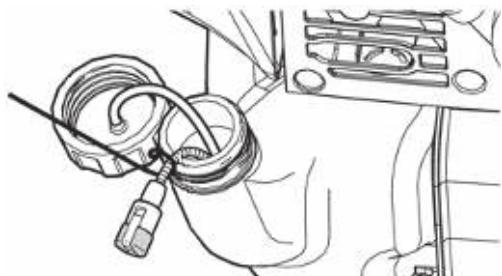

Рис. 10
7.3. Обслуживание топливного фильтра (*Рис. 10*)